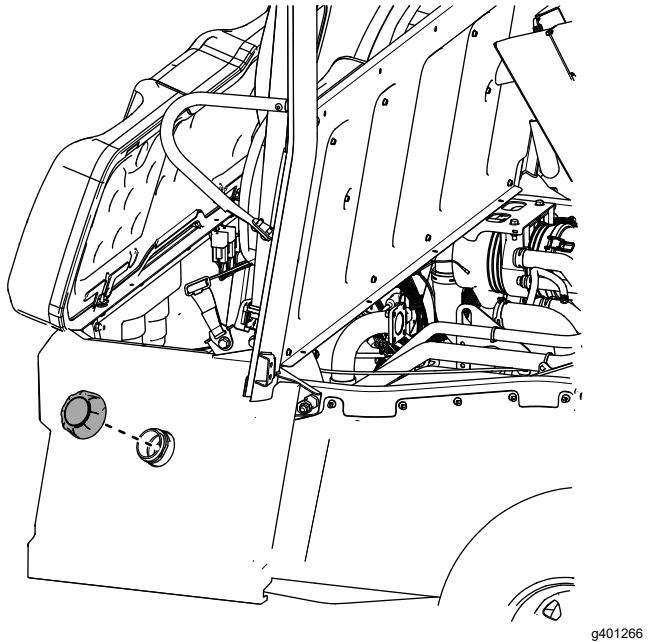

図 60
33. 後シートベースパネルに燃料タンクキャップを取り付ける図 60。